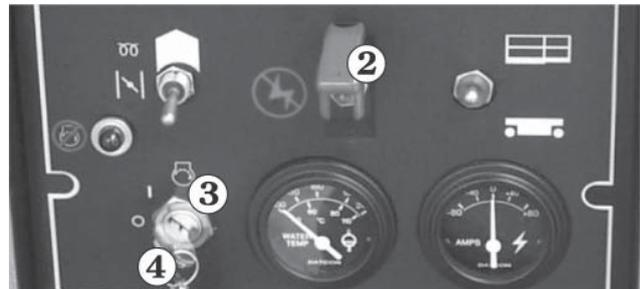

Abb. 9.8
2. Am Boden-Bedienfeld den **NOTAUS-Schalter** ② auf aus stellen, den **HAUPTTRENN-SCHALTER** ③ ausschalten und den Schlüssel ④ entfernen (siehe Abb. 9.8).